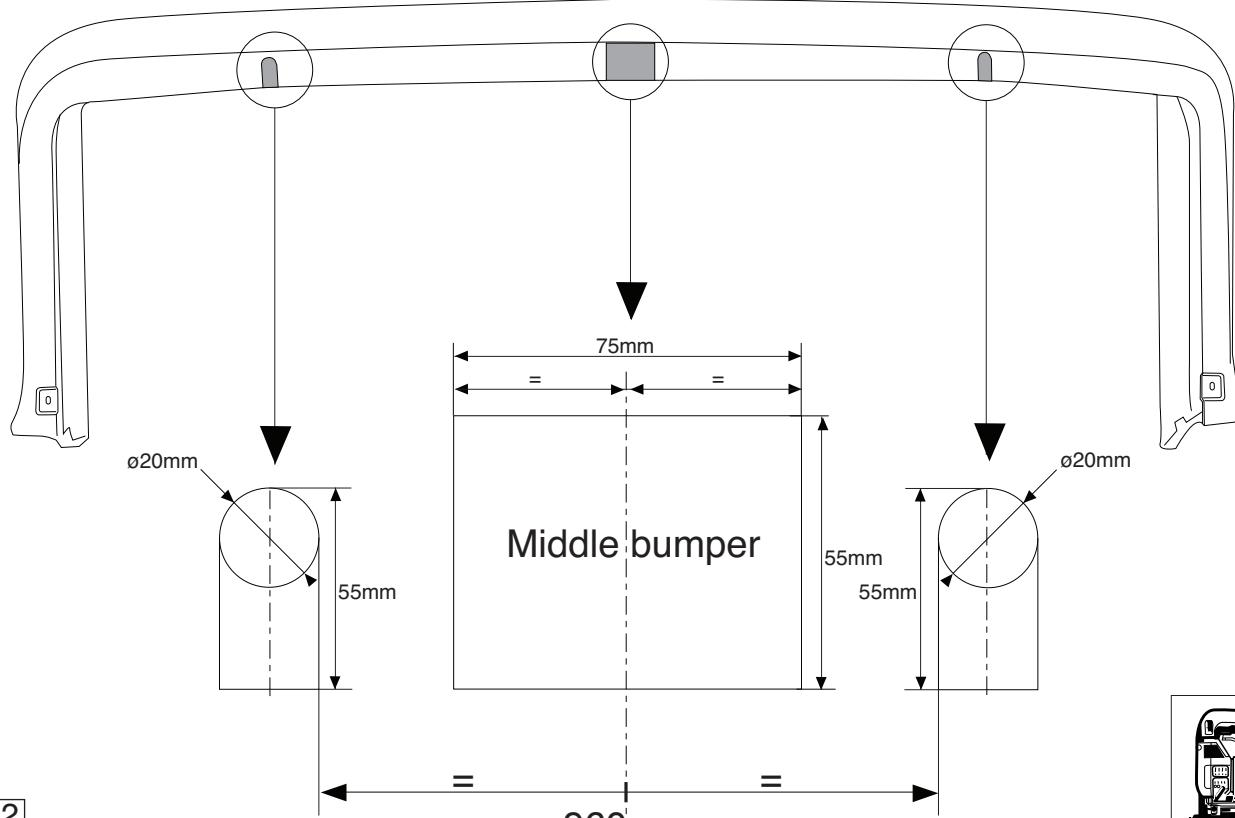

Fig.2
7. Saw out the portions as indicated in fig. 2 or 2a.
6. Serrez tous les boulons et écrous conformément à la figure 2 ou 2a.
- 7. **Gemäß Abb. 2 oder 2a die angegebene Teile heraussägen.**
- Såga ut delarna enligt fig. 2 eller 2a.